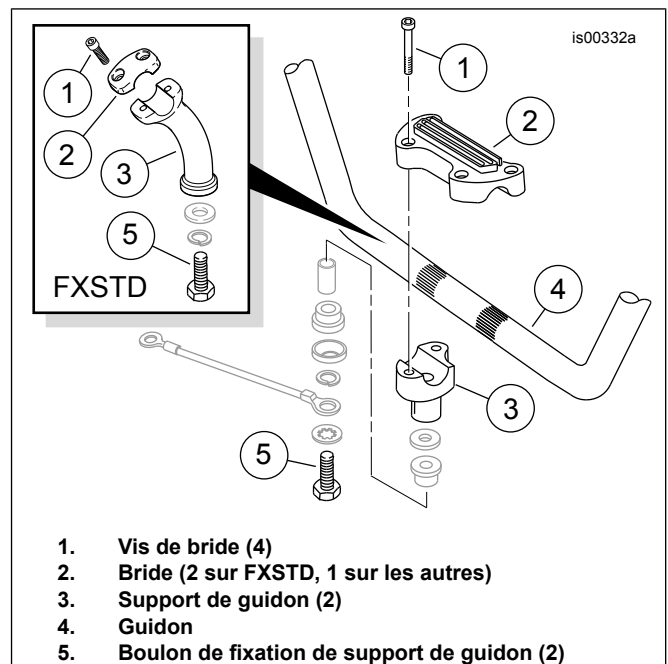
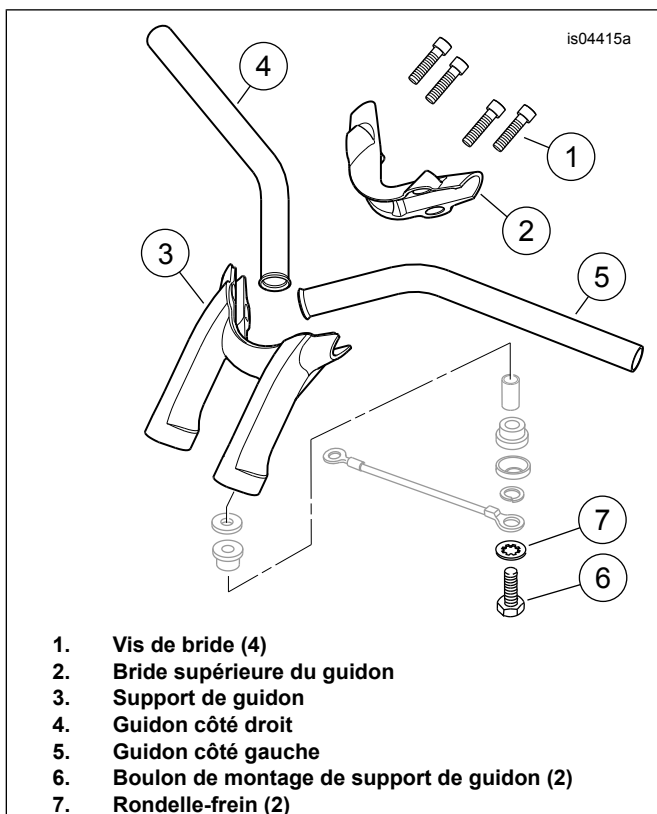

Figure 1. Brides de guidon et supports de guidon (modèles Dyna et Softail)
Figure 2. Bride de guidon et support de guidon (modèles Rocker)
12. **Pour tous les modèles Dyna et Softail SAUF Rocker (FXCW/C) :** voir Figure 1 . Retirer et éliminer les vis (1), la bride supérieure (2) et le guidon (4). **Pour les modèles Rocker (FXCW/C) :** voir Figure 2 . Retirer et éliminer les quatre vis à tête creuse hexagonale (1) qui fixent la bride supérieure du guidon (2) au support de guidon (3). Déposer et éliminer la bride. Retirer le guidon (4 et 5) de la moto.
14. **Pour tous les modèles Dyna et Softail SAUF Rocker (FXCW/C)** : voir Figure 1 . Retirer les deux boulons de montage (5) de dessous le support de fourche supérieur. Retirer et éliminer les supports de guidon (3), mais conserver la visserie des supports de guidon restante pour les réinstaller ultérieurement. **Pour les modèles Rocker (FXCW/C)** : voir Figure 2 . Retirer et éliminer les deux boulons de montage du support de guidon (6) et les rondelles-frein (7) du dessous du support de fourche supérieur. Retirer et éliminer le support de guidon (3), mais conserver la visserie d'isolation du support de guidon restante pour la réinstaller ultérieurement. **Pour tous les modèles Dyna et Softail** : passer à « **NOUVEAU CÂBLAGE INTERNE DE GUIDON** ».